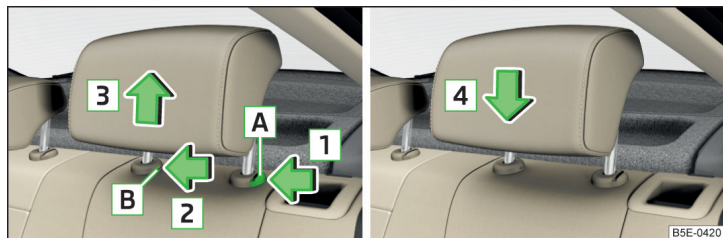

Fig. 70 Tetiere spate: demontarea/montarea
- Apăsați tasta de siguranță **A** în sensul săgeții **1** » fig. 70, în același timp, cu o șurubelniță plată cu lățimea de maxim 5 mm, apăsați tasta de siguranță în deschiderea **B**, în sensul săgeții **2**.